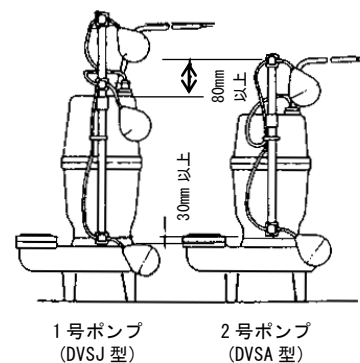

図 5
- 10) 自動交互形ポンプ (DVSJ 型) は、DVSJ 型と DVSA 型を組にしてはじめて自動交互運転が行われます。図 5 の通りにフロートの位置を設定してください。フロートの位置関係が狂いますと正常な動作をしなくなる場合があります。